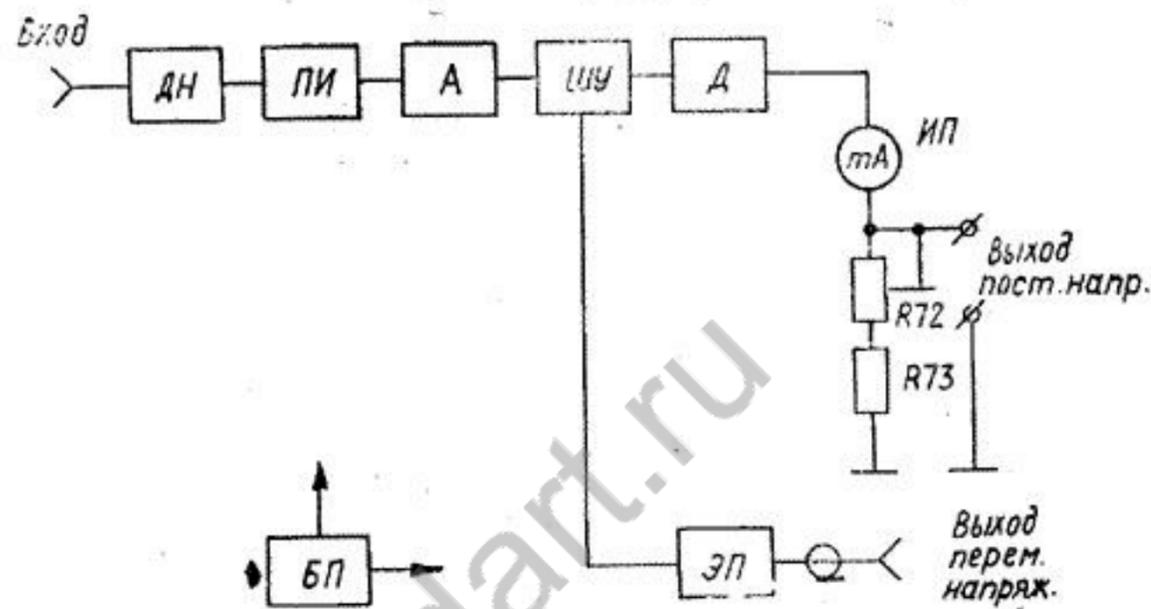

Рис. 1.
4. 1. 1. Милливольтметр ВЗ-41 состоит из входного делителя (ДН), преобразователя импеданса (ПИ), аттенюатора (А), широкополосного усилителя (ШУ) с детектором (Д), эмиттерного повторителя (ЭП), отсчетного прибора (ИП), блока питания (БП), показанных на структурной схеме прибора (рис. 1) и электрической принципиальной схеме (приложение 1).